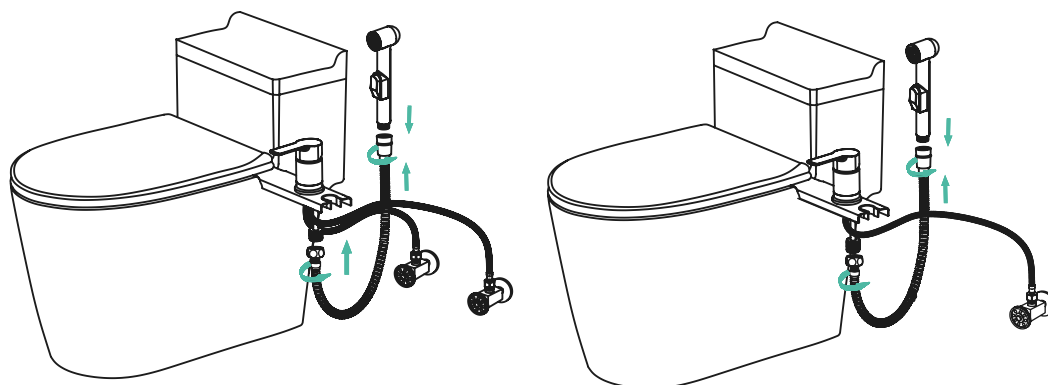

Рис. 9
9. Присоедините шланг для душа и гигиеническую лейку к смесителю (рис. 9).